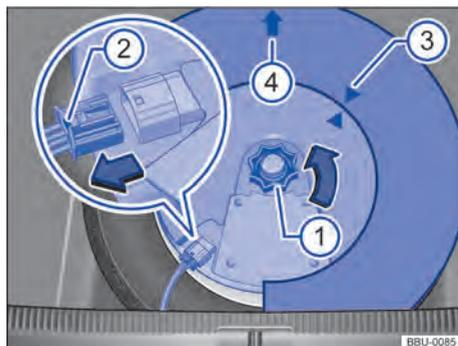

Fig. 192 No compartimento de bagagem: desinstalar o subwoofer (variante 2).
- Colocar o subwoofer cuidadosamente na base do aro. Assim, a ponta do símbolo da seta "FRONT" → Fig. 192 ④ no subwoofer deve indicar para frente.
- Verificar se a ponta da seta no subwoofer coincide com a ponta da seta nas ferramentas de bordo → Fig. 192 ③.
- Introduzir o conector até que o travamento → Fig. 192 ② encaixe no lugar de forma audível.
- Girar o manípulo → Fig. 192 ① no sentido contrário ao da seta no prisioneiro até que o subwoofer esteja bem preso.